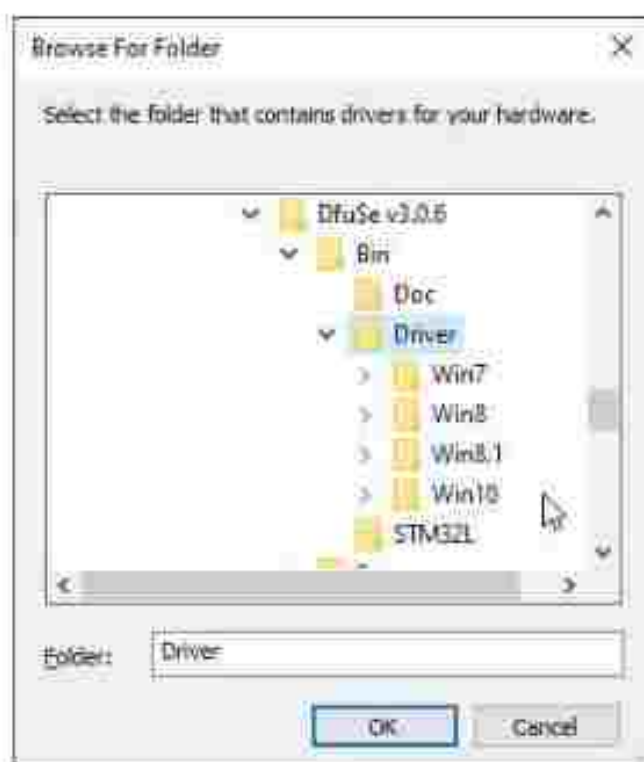

Figure 69
- j) click on **DfuSe v3.0.6** (Fig 69)
- k) click on **Bin** (Fig 69)
- l) click on **Driver** (Fig 69)